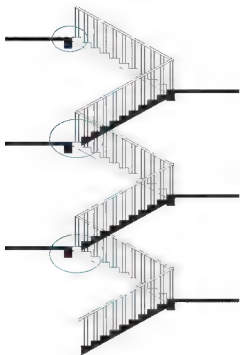
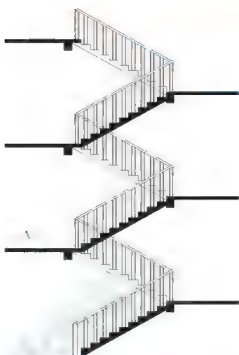
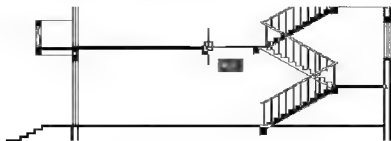
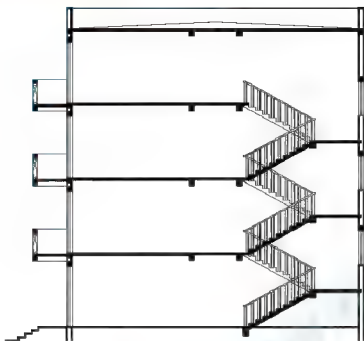

图 4.117 阵列生成其他楼梯
图 4.118 修整楼梯
图 4.120 指定插入点
图 4.121 复制生成楼梯
(7) 阵列生成其他楼梯, 参数设定为 3 行、1 列、行偏移 3300, 结果如图 4.117 所示。
(8) 图 4.117 内的圆圈处上下行梯段的前后关系不正确, 需将其修整成如图 4.118 所示的状态。
(1) 同时打开“1 : 100 剖面图”文件和“楼梯”文件，并将“楼梯”文件置为当前，然后执行菜单栏中的【编辑】|【带基点复制】命令。
(2) 在 **_copybase** 指定基点：提示下，选择如图 4.118 所示的 A 点作为复制的基点。
(3) 在 **选择对象：**提示下，将绘制好的楼梯全部选中，按 Enter 键结束命令。
(4) 执行菜单栏中的【窗口】|【1 : 100 剖面图.dwg】命令，将“1 : 100 剖面图”文件设置为当前文件。
(5) 执行菜单栏中的【编辑】|【粘贴】命令，或按 Ctrl+V 快捷键，在 **指定插入点：**提示下，捕捉如图 4.120 所示处，这样就将楼梯跨文件复制到“1 : 1 剖面图”中，结果如图 4.121 所示。